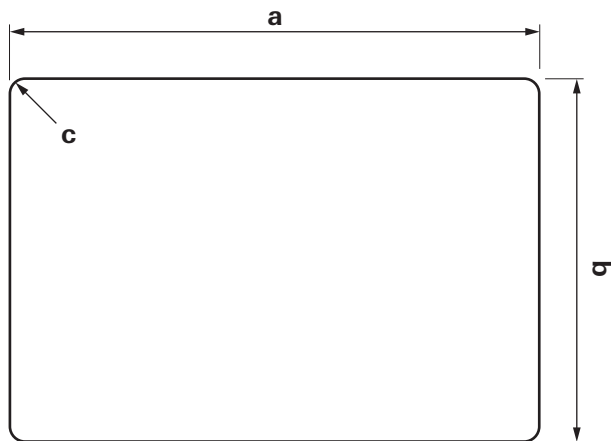

Figura 1
- Segnare l'apertura di montaggio (Figura 1). Riportare le misure.